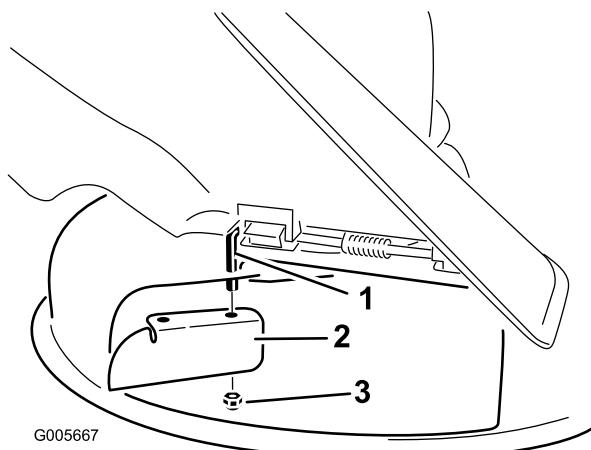

Figura 29
6. Instale o abafador de corte na haste de articulação exposta (Figura 29). Utilize a porca fina existente (3/8 polegada) para fixar o abafador no cortador.